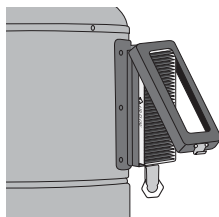

figure 10
1. Défaire l'attache au dessous du boîtier du filtre de carbone, et soulever le couvercle (**figure 10**).